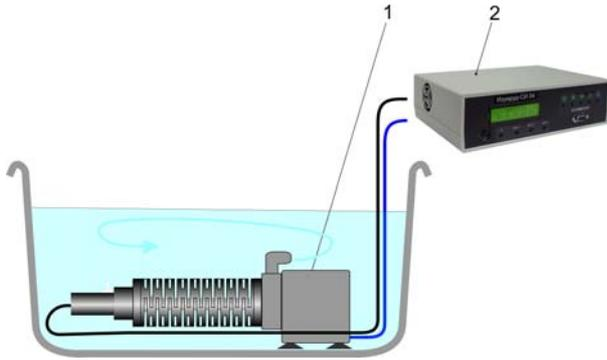

Рис. 8. Сборка установки в ёмкостях объёмом от 10 до 200 л:
- 7.2.2. Погрузить активатор в сборе с водяной помпой в ёмкость заполненную водой с минерализацией не более 0,2 г/л. (Рис.8). При необходимости установить нагреватель, датчик температуры, датчик уровня воды и клапан долива воды (в комплект не входит), дополнительный датчик активации (рис.1.).
Подключение установки для ионизированной ванны проводить согласно рис. 8.
- 7.4.2. Собрать активатор с основным катодом (рис.2), без трубок с краниками и водяную помпу (рис.3), погрузить в среднюю часть ванны (рис. 8).
- 7.5.3. Собрать активатор с основным катодом (рис.2), без трубок с краниками и водяную помпу (рис.3) и установить на дне ёмкости, собрать установку в соответствии с рис. 8.